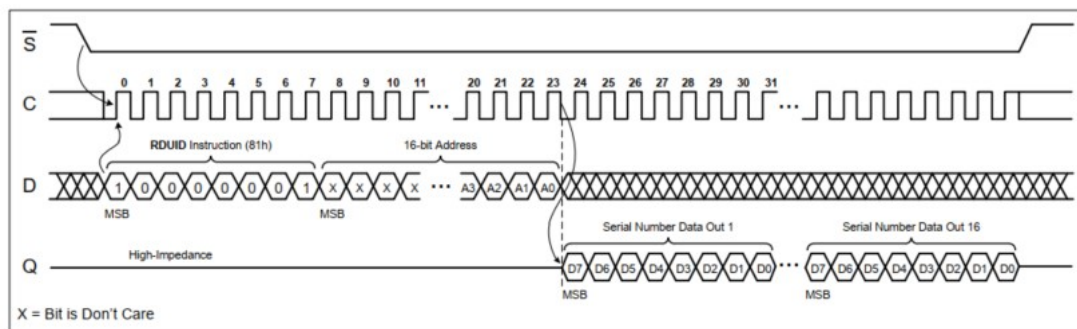

图 4-13 读取唯一 ID
AST25C128S提供一个单独的内存块，其中包含工厂编程的128位唯一ID (UID) 或序列号。读取此块是通过读取唯一ID (RDUID) 指令实现的。芯片选择信号首先被驱动为低电平；然后，指令字节 (81h) 和地址字节的位在串行数据输入 (D) 上移入。高位地址位不重要，低位地址位A3:A0定义唯一ID块内的字节位置。然后，该地址的数据字节在串行数据输出 (Q) 上移出。如果芯片选择继续处于低位，内部地址计数器将自动递增，新地址的数据字节将移出 (见图4-13)。为了保证唯一编号，必须从序列号块的起始地址读取整个128位值，地址位A3:A0为“0000”。从块的第一个地址以外的位置读取不会产生唯一的序列号。不允许写入或更改128位唯一ID。当到达128位UID块的末尾时，地址计数器将滚动到此块的开头，允许继续读取循环。通过驱动芯片选择高电平来终止读取周期。芯片选择的上升沿可在循环过程中的任何时间出现。如果当前正在进行写入循环，则不接受RDUID指令，也不执行RDUID指令。